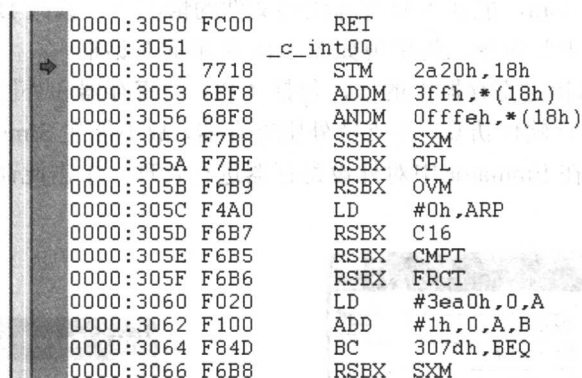

图 1.15 反汇编窗口
(3) View 菜单
- Disassembly, 当将 DSP 可执行程序 COFF 文件载入目标系统后, CCS 将自动打开一个反汇编窗口, 反汇编窗口根据存储器的内容显示反汇编指令和符号信息, 如图 1.15 所示。